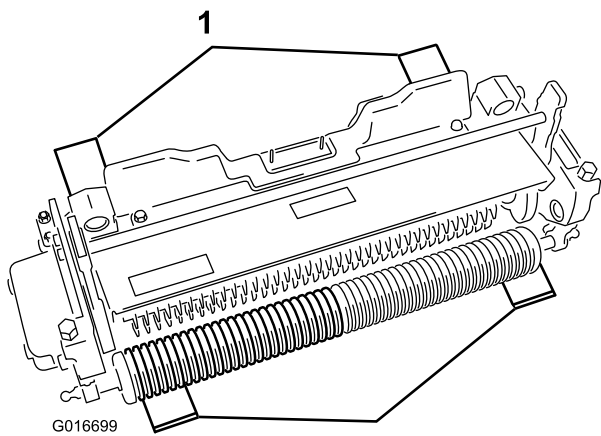

Figura 4
2. Coloque 4 barras de ajuste que tengan el mismo grosor que la profundidad deseada de penetración de las cuchillas en el suelo, bajo el rodillo delantero y el rodillo trasero de la unidad escarificadora (Figura 4).